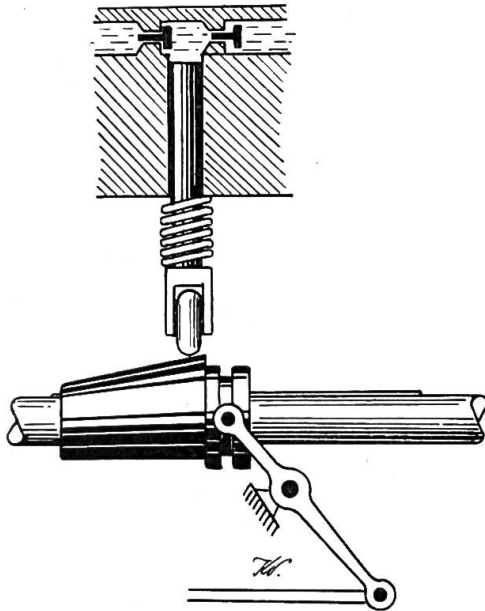

Fig. 106
Les pompes à injection des tracteurs allemands sont pourvues d'une **came à profil variable** que l'on peut déplacer axialement. Grâce à ce déplacement axial, on fait varier la course du piston de la pompe, donc la quantité de carburant injecté. La fig. 106 présente une vue schématique de ce genre de pompe. En réalité, les cames sont très petites, comme on peut le remarquer sur la fig. 107 où elles sont directement accouplées au régulateur centrifuge. Ce système de pompe a l'avantage d'être simple et l'agriculteur peut souvent lui-même déceler les pannes. On rencontre ce genre de pompe dans la plupart des moteurs à 1 ou 2 cylindres de grande dimension.
**Fig. 106:** Vue schématique d'une pompe à injection de moteurs Diesel, avec came à profil variable. Plus la came est déplacée axialement vers la droite, plus petite est la course du piston de la pompe et par conséquent la quantité de carburant injecté.